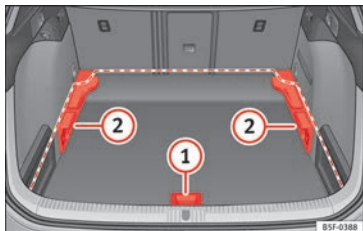
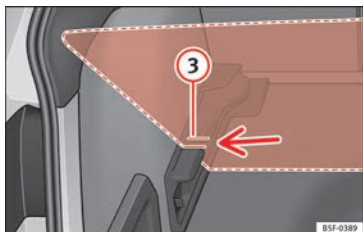

Fig. 181 Piso variable del maletero: posiciones.
Fig. 182 Piso variable del maletero: ranuras inclinadas.
- Levante el piso por el asidero »» fig. 181 ①, tire de él hacia atrás hasta que la parte
- Levante el piso por el asidero »» fig. 181 ①, tire de él hacia atrás hasta que la parte delantera del piso rebase totalmente los soportes ②.
- Haga coincidir esa parte delantera con las ranuras inferiores de dichos soportes y deslice el piso hacia adelante hasta que haga tope en el respaldo de los asientos posteriores bajando al mismo tiempo el piso con el asidero ①.
- Levante el piso variable por el asidero »» fig. 181 ① y tire de él hacia atrás hasta que la parte delantera del piso rebase las ranuras inclinadas »» fig. 182 ③.
- Haga pasar el piso por dichas ranuras ayudándose con el asidero ① hasta que haga tope en el respaldo de los asientos posteriores y se apoye el piso en las ranuras.